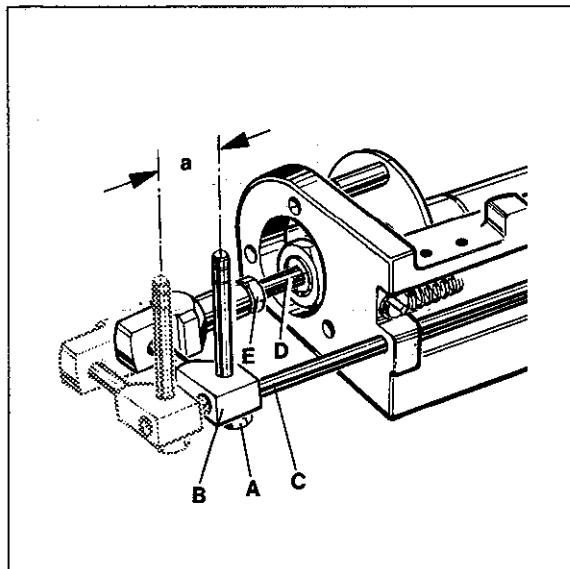

Fig.47
The stroke (a, Fig. 47) of the air cylinder has to be set for the different needle distances as shown in the following chart:
For setting remove the cloth plate. Loosen nut (A, Fig. 47) and move crosshead (B) on shaft (C) as required. Retighten nut (A).
If it is necessary to adjust piston rod (D, Fig. 47) of air cylinder to make above setting, loosen nut (E) and turn piston rod (D) accordingly. Retighten nut (E).
Der Hub (a, Fig. 47) des Luftzylinders muß für die verschiedenen Nadelabstände entsprechend folgender Tabelle eingestellt werden:
Entfernen Sie zum Einstellen die Stoffplatte. Lösen Sie die Mutter (A, Fig. 47) und verschieben Sie den Kreuzkopf (B) auf der Achse (C) entsprechend. Ziehen Sie die Mutter (A) wieder an.
Wenn es nötig ist die Kolbenstange (D, Fig. 47) des Luftzylinders zu verstehen um obige Einstellung vorzunehmen, lösen Sie die Mutter (E) und verdrehen Sie die Kolbenstange (D) entsprechend. Ziehen Sie die Mutter (E) wieder an.